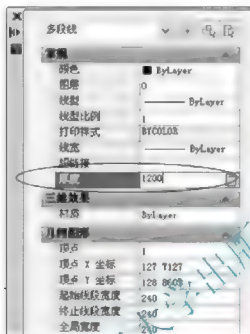
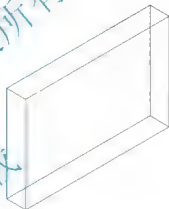

图 6.4 改变多段线的厚度
图 6.5 带有宽度和高度的多段线
- (2) 在命令行无任何命令的状态下选择该多段线，则出现两个蓝色夹点。
- (3) 选择菜单栏中的【修改】|【特性】命令，打开【对象特性管理器】对话框，把【厚度】值修改为“1200”并按 Enter 键确认，如图 6.4 所示。
- (4) 关闭对话框，按 Esc 键取消夹点。
- (5) 选择菜单栏中的【视图】|【三维视图】|【西南等轴测】命令来观察图形，结果如图 6.5 所示。